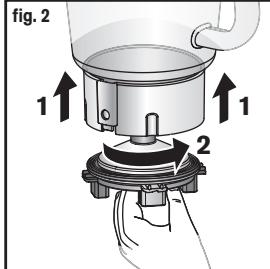

fig. 3
- Placez l'ensemble bol mixeur (**E**) sur le bloc moteur (**A**). Deux positions du bol mixeur sont possibles : poignée du bol à droite ou à gauche du bloc moteur (**Fig.3**).
- Place the blender jug assembly (**E**) on the motor unit (**A**). The blender jug can be placed in two positions: jug handle to the right or the left of the motor unit (**Fig. 3**).